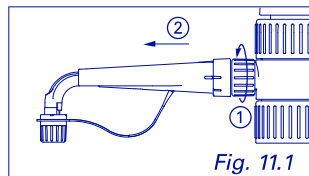

Fig. 11.1
- 1 Remove delivery jet (Fig. 11.1 and 12.1)
- 1 Ausstoskanüle entfernen (Abb. 11.1 und 12.1)
- 1 Retirer le bec verseur (Fig. 11.1 et 12.1)